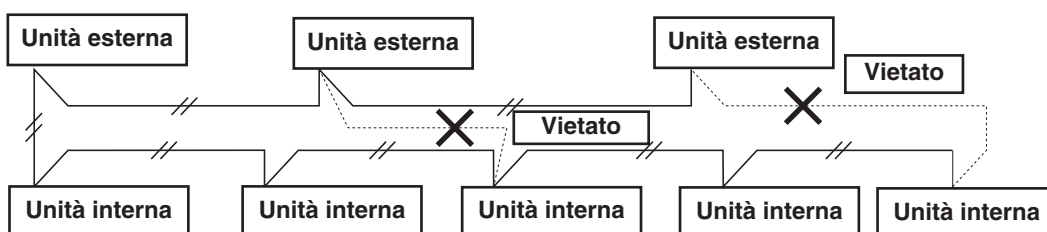

Fig. 5-1
(2) Non formare un circuito ad anello con il cavo di controllo inter-unità. (Fig. 5-1)